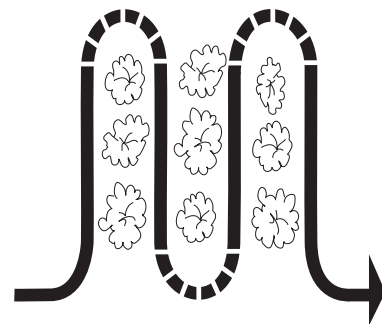

Figura 18
- Al realizar tareas de labranza (rompiendo la superficie de suelo alrededor de las plantas para destruir las malezas, vea la Figura 18), ajuste los dientes para cavar únicamente a una profundidad de 1" a 2". La labranza a poca profundidad ayuda a evitar lesiones a las plantas cuyas raíces a menudo crecen cerca de la superficie. Si es necesario, levante los manillares ligeramente para evitar que los dientes caven demasiado profundo. (La labranza regular no sólo elimina malezas, sino que además afloja y airea el suelo para mejor absorción de la humedad y crecimiento más rápido de las plantas). Si se riega el área del jardín unos cuantos días antes de la labranza se facilitará esta tarea; también se contribuye permitiendo al suelo recién trabajado asentarse por uno o dos días antes de la pasada final, profunda, de la cultivadora.